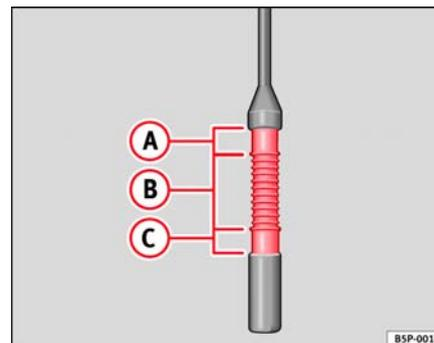

Fig. 154 Varilla de medición del nivel de aceite.
- Vuelva a extraer la varilla de medición y compruebe el nivel de aceite que indica el extremo inferior de la varilla de medición ⇒ **página 213, fig. 154.**
Si el nivel se encuentra en la zona ⇒ **página 213, fig. 154** **(A)**, no se debe añadir aceite.